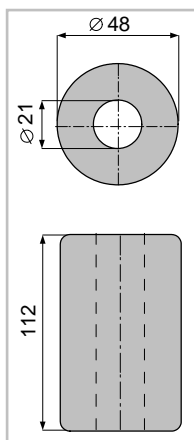

Рис. 11
1). Поплавок **D48x112x21-ФЛК-2** (рис. 11) – поставляется с преобразователем по умолчанию в заказе. Материал – эбонит. Покрытие – фторэпоксидная композиция ФЛК-2 (снижает адгезионные свойства поверхности поплавка, может контактировать с пищевыми средами). Давление – до 2,5 МПа. Температура до 100 °С.